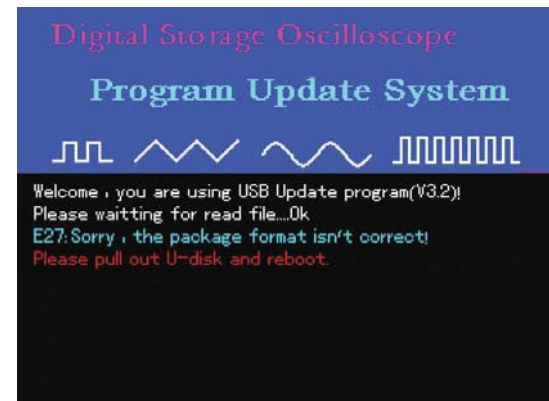

Figura 5-11
6. Durante la actualización, si el sistema lee que el formato del programa de actualización es diferente al del equipo, el indicador de la figura 5-11 aparecerá: "E27: lo sentimos, el formato del paquete es incorrecto. Por favor retire el disco U y reinicie".